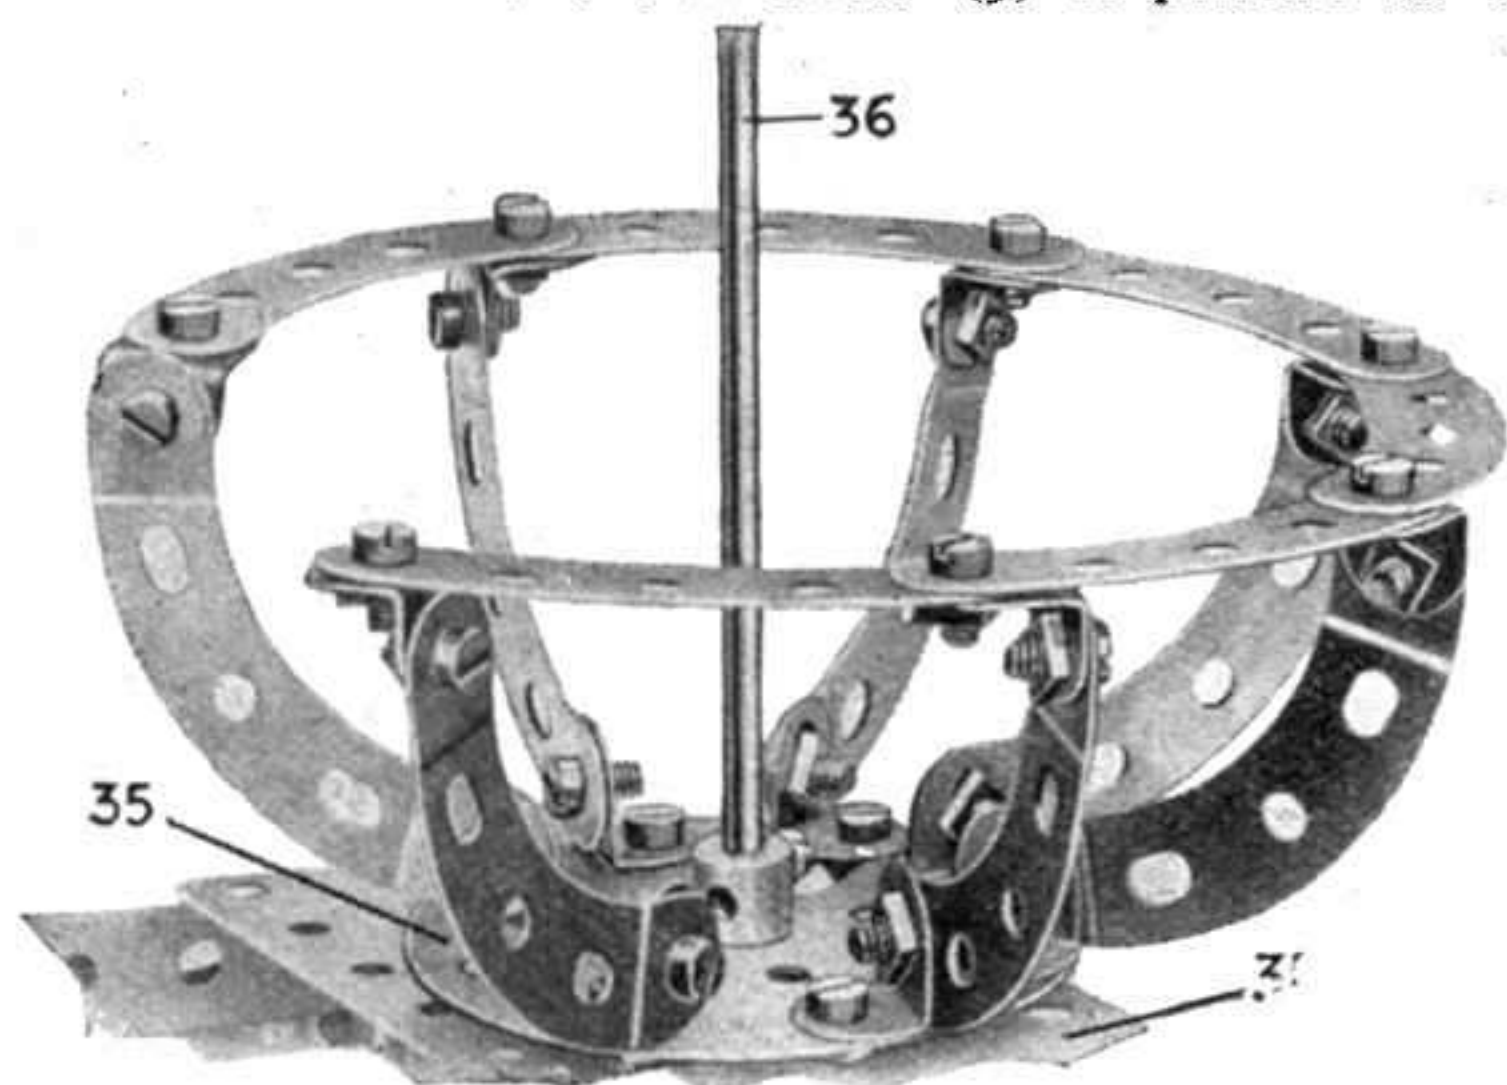

Fig. 2. — Voiture tournante
Chaque voiture pivotante (Fig. 2) comprend un Plateau Central (35) sur lequel sept Bandes incurvées de petit rayon de 6 cm. sont fixées par des Equerres. Six Bandes Incurvées de 6 cm. de grand rayon attachées aux extrémités supérieures des Bandes Incurvées de petit rayon forment un dossier pour les occupants de la voiture. Une Tringle de 29 cm. (36) fixée dans la bosse du Plateau Central, pénètre dans des supports formés de la Plaque sans Rebords de 14 x 6 cm. (31) et dans une Equerre (27) boulonnée à l'une des Bandes 18. Cette Tringle (36) passe au travers du trou central transversal d'un Accouplement (37) dans le trou axial duquel pénètre une extré-